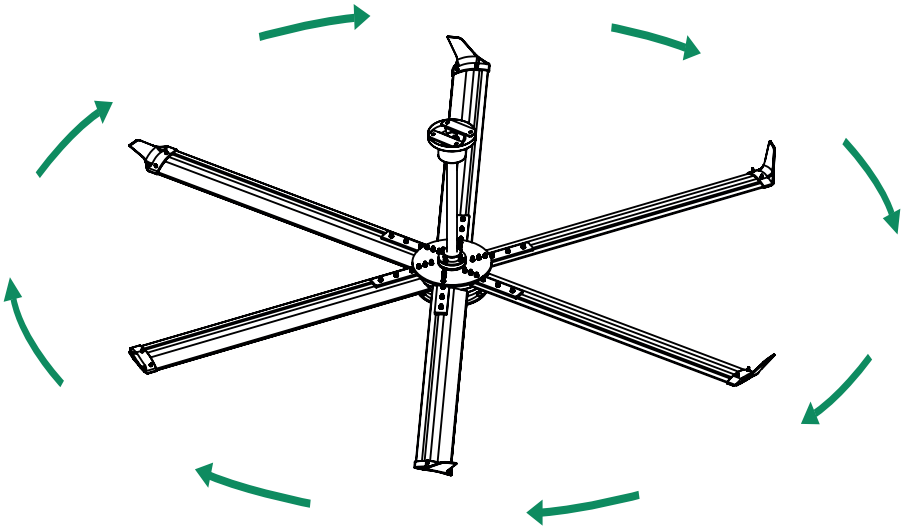

Fig. 21.1
- 7.- Verifique la rotación apropiada del ventilador. El giro debe ser en sentido opuesto de las manecillas del reloj, cuando se observa desde el suelo (Fig. 21.1).